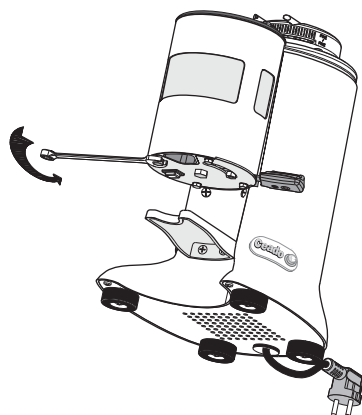

Fig. 9
- 1** Dévisser la vis du fond du doseur comme illustré dans la Fig. 9 avec une clé n° 10.